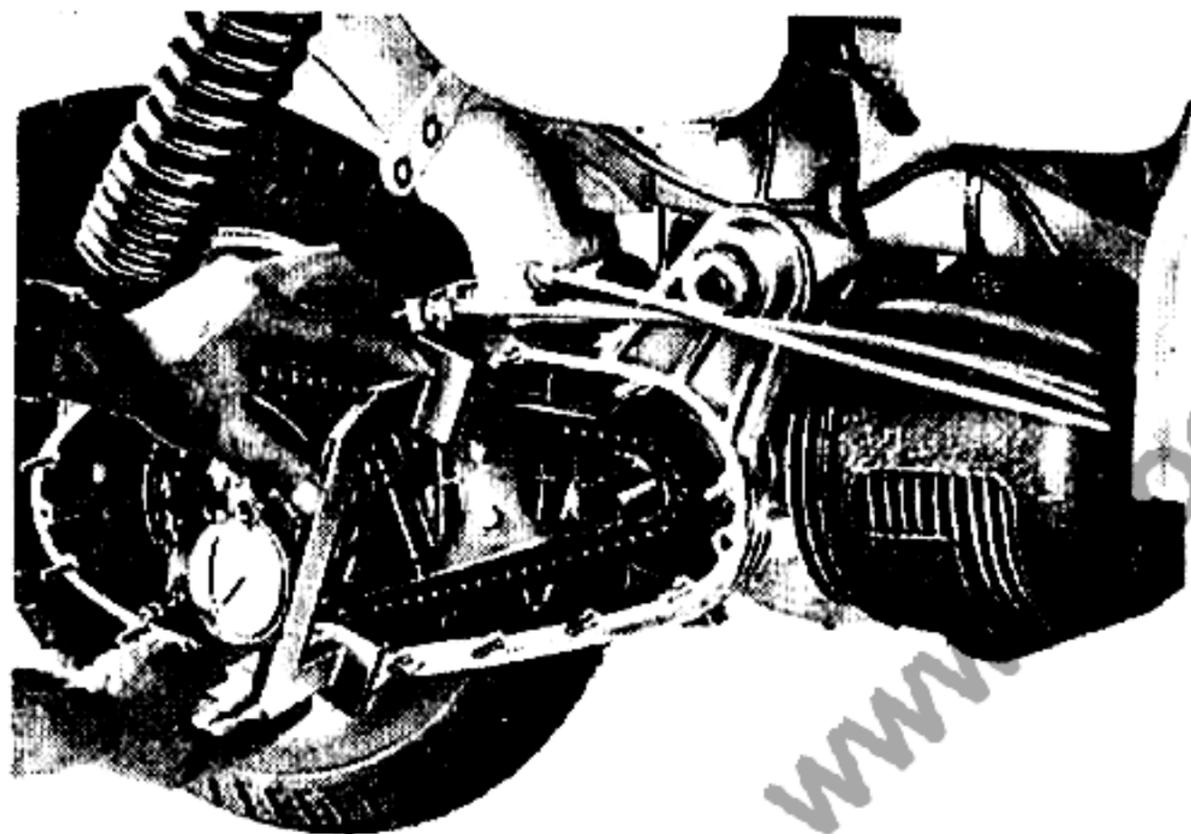

Fig. 28
- b) Si misura quindi la quota del piano della corona dentata. Vedi fig. 28. La lettura deve essere compresa fra mm  $+ 0,05$  e  $- 0,25$ . Se la lettura non fosse compresa fra questi limiti, è necessario smontare la corona della frizione ed aumentare o diminuire lo spessore della o delle rondelle di ra-